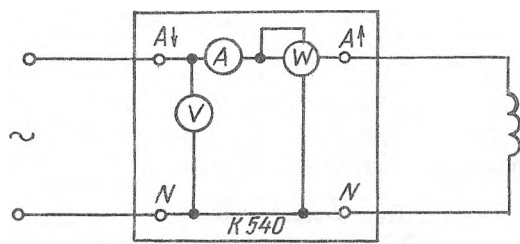

Рис. 3.1
3.1. Определить параметры R и L индуктивной катушки методом амперметра, вольтметра и ваттметра (рис. 3.1). Значение тока в катушке не должно превышать 1 А.